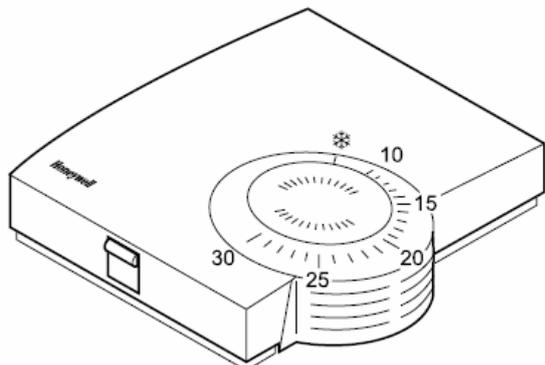

Fig. 14: HCW80 : réglage de la consigne en °C
- Sélectionnez le point de consigne désiré en tournant le bouton (voir Fig. 14).
- Vérifiez que le bouton de réglage soit dans la position indiquée Fig. 14.